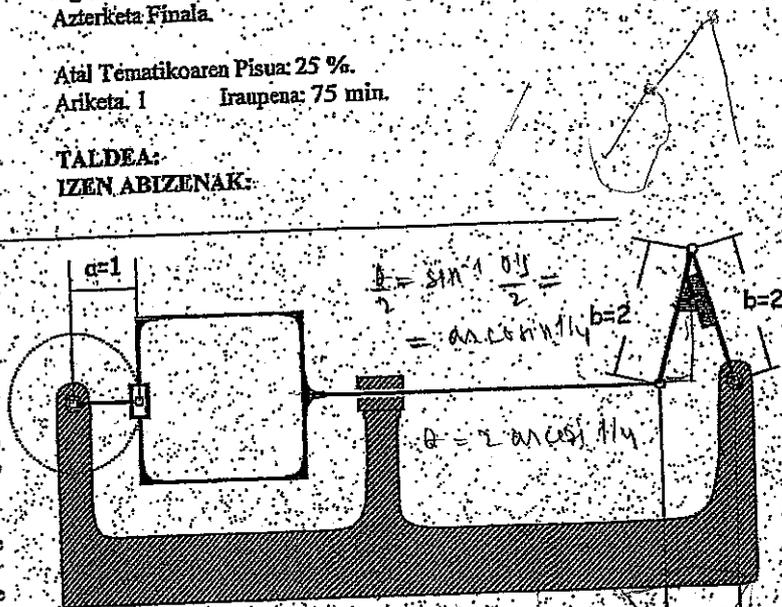
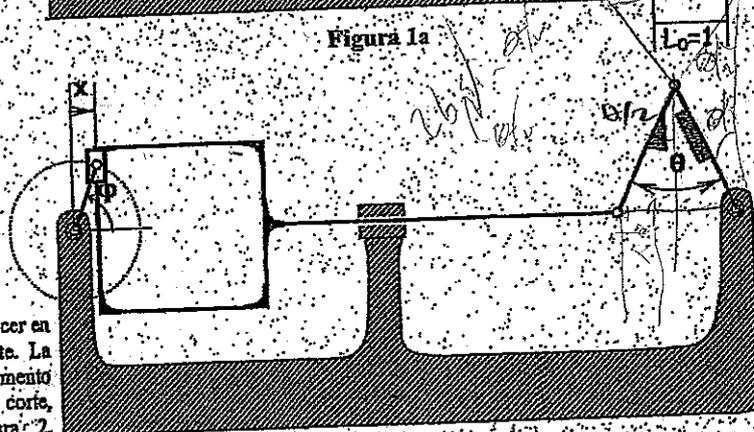

Figura 1a
Figura 1b
En la figura 1 se representa una máquina de corte industrial. En la figura 1a, la máquina se encuentra en su posición de referencia (posición de corte) y aparecen todas las dimensiones representativas de la misma. En la figura 1b aparece una posición genérica en la que se detallan la variable del elemento de entrada  $\varphi$  (coordenada generalizada) y las variables de los elementos de salida  $x$  y  $\theta$ . Se pide:
3. ¿Qué puede decirse sobre la ventaja mecánica del mecanismo en la posición representada en la figura 1a? (1p)